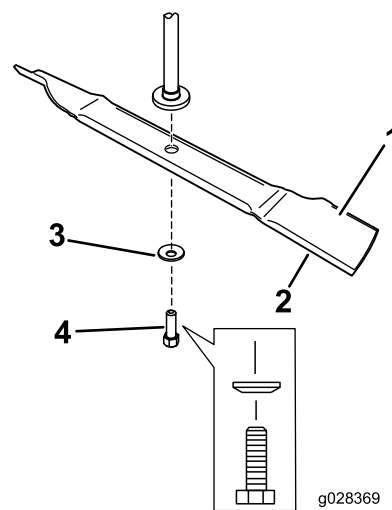

Figura 8
1. Instale la cuchilla en el eje (Figura 8).
2. Instale la arandela curva (con la copa hacia la cuchilla) y el perno de la cuchilla (Figura 8).
Nota: No instale el refuerzo de la cuchilla. Estas cuchillas no requieren el refuerzo de la cuchilla (Figura 8).